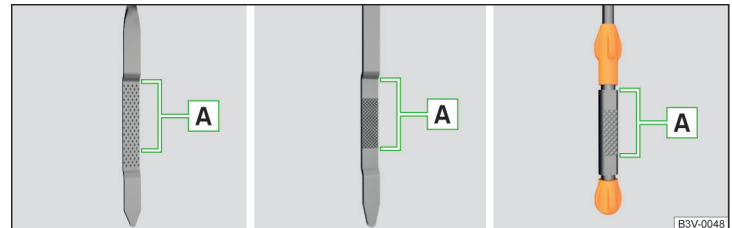

Abb. 325 Ölmessstabvarianten
Der Ölstand muss im Bereich **A** liegen » Abb. 325. Liegt der Ölstand unterhalb des Bereichs **A**, das Öl nachfüllen.
- Der Ölstand darf keinesfalls außerhalb des Bereichs **A** liegen » Abb. 325 - anderenfalls besteht die Gefahr der Beschädigung des Motors sowie der Abgasanlage.